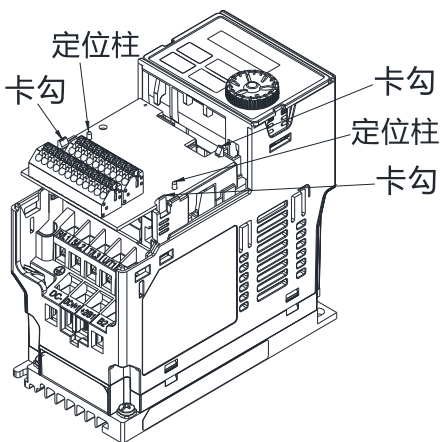

图 8-12
4. 组装配件卡：先将配件卡的端子台朝上，接着再将配件卡上的两个圆孔对准定位柱后下压，让三个卡勾卡住配件卡，如图 8-12 所示。